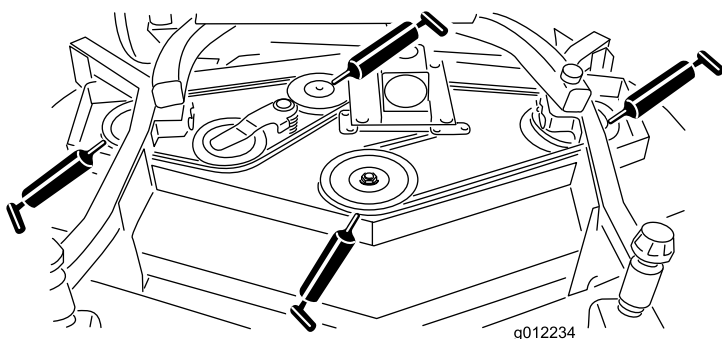

Figure 21
- Paliers d'axes de pivot (3) (sous la poulie) (Figure 21)
- Roulements d'axe de bras de poulie de tension (Figure 21)